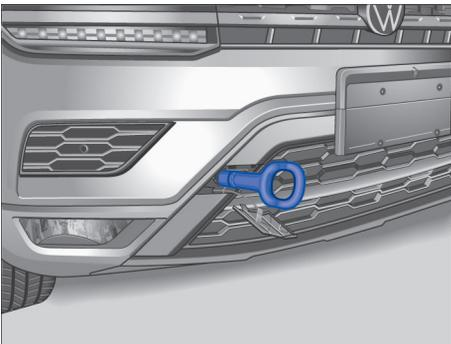

图 199 在保险杠的右前部：安装牵引环
- 将牵引环朝箭头方向拧入螺纹孔内，直到限位位置→图 199。